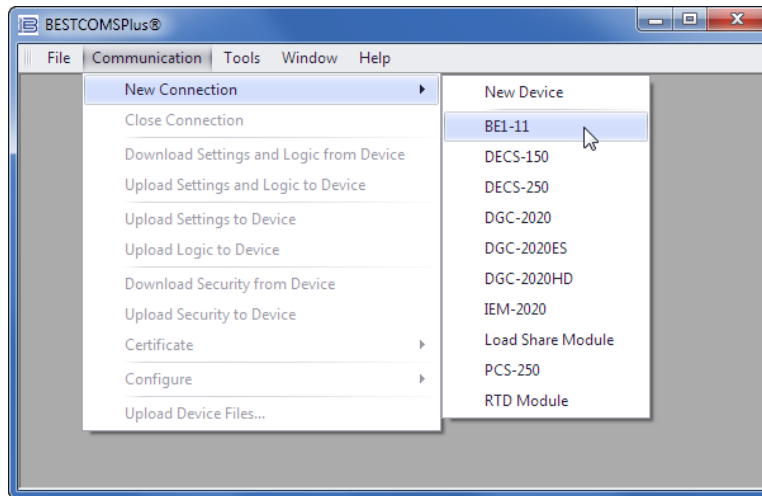

Figure 2-6. Menu déroulant Communication
La fenêtre de la plate-forme BESTCOMSPPlus s'ouvre. Sélectionnez Nouvelle connexion (New Connection) dans le menu déroulant Communication, puis cliquez sur BE1-11. Reportez-vous à la Figure 2-6.
- Step 1: Démarrez *BESTCOMSPi* et sélectionnez Nouvelle connexion (New Connection), puis BE1-11 dans le menu déroulant Communication pour vous connecter au BE1-11g. Reportez-vous à la Figure 2-6.